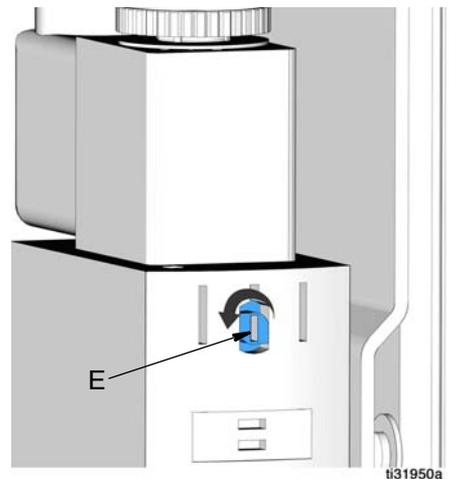

ABB. 15
1. Einen kleinen, flachen Schraubendreher in den Schlitz der Schraube des manuellen Übersteuerungsschalters (E) einführen (ABB. 15).
2. Die Schraube am blauen manuellen Übersteuerungsschalter (E) um etwa 1/4 Drehung im Uhrzeigersinn drehen.
3. Vor der Rückkehr zum normalen PLS-Betrieb mit Pulse, muss die Schraube am blauen manuellen Übersteuerungsschalter (E) in die normale Betriebsposition zurückgedreht werden. Dazu einen kleinen, flachen Schraubendreher in die Schlitzöffnung einführen und die Schraube am blauen manuellen Übersteuerungsschalter gegen den Uhrzeigersinn zurück in ihre Ausgangsposition drehen (ABB. 15).
Die Schraube des blauen manuellen Übersteuerungsschalters (E) in ABB. 15 wird in die normale Betriebsposition gestellt.